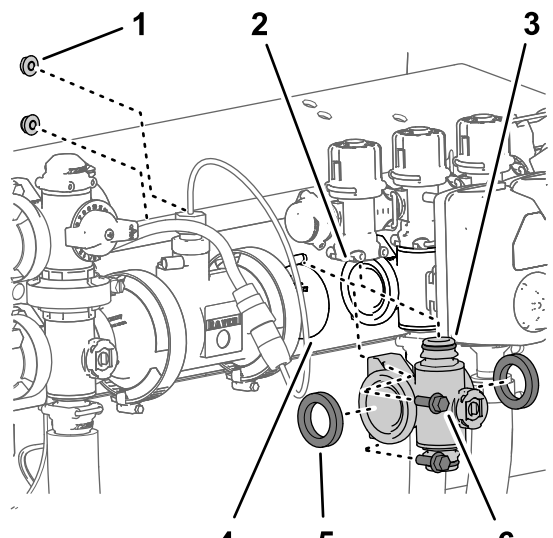

図 127
4. 左右のブームマニホルドのそれぞれをバルブサポートに固定しているフランジヘッドボルト $\frac{1}{4}$ x $\frac{3}{4}$ " 2本とフランジロックナット $\frac{1}{4}$ "2個を取り外す 図 127。
5. ブームバルブマニホルドとガasketを下げてブームバイパスバルブをかわし、車体から取り外す 図 127。